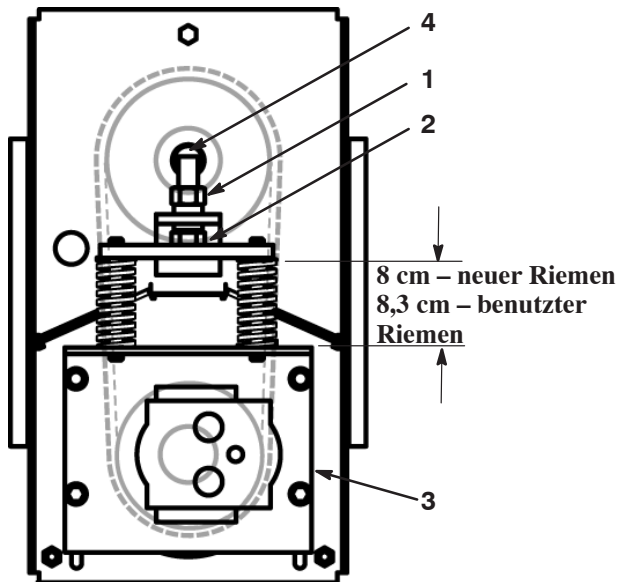
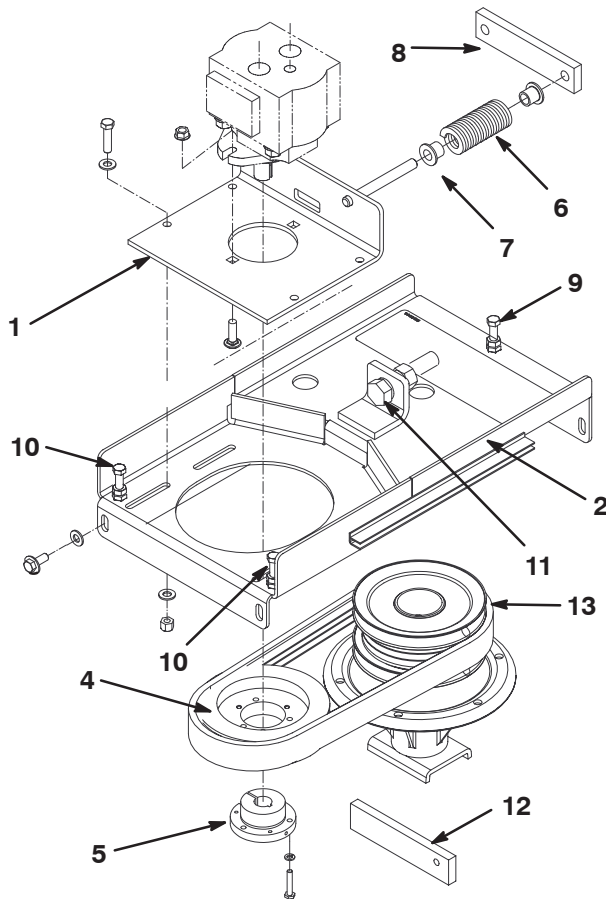

Bild 66
Bild 68
3. Lösen Sie die Klemmmutter und lösen Sie die Spannung der Federn mit der Spannschraube (Bild 66).
4. Lösen Sie die vier (4) Kopfschrauben, mit denen die Schiebepspanne an der Motorbefestigung befestigt ist (Bild 66).
5. Ziehen Sie die Spannschraube fest, bis die Federn auf die Maße komprimiert sind, die in Bild 66 angegeben sind.
6. Ziehen Sie die Klemmmutter an, um die Einstellung zu arretieren (Bild 66).
7. Ziehen Sie die vier (4) Kopfschrauben an, mit denen die Schiebepspanne an der Motorbefestigung befestigt ist (Bild 66).
2. Lösen Sie die Klemmmutter und lösen Sie die Spannung der Federn mit der Spannschraube (Bild 68).
4. Drehen Sie die Mutter auf die Einstellschraube, schrauben Sie dann die Einstellschraube hinten in die Motorbefestigung (Bild 68).
5. Lösen Sie die vier (4) Kopfschrauben, mit denen die Schiebeplatte an der Motorbefestigung befestigt ist (Bild 68).
6. Nehmen Sie die vier (4) Kopfschrauben und Scheiben ab, mit denen die Motorbefestigung am Mähwerk befestigt ist (Bild 68).
8. Positionieren Sie die Motorbefestigung auf das Mähwerk und verlegen Sie gleichzeitig den Riemen um die Spannscheibe (Bild 68). Achten Sie darauf, dass Sie nicht die flexiblen Hydraulikschläuche verbiegen, verdrehen, abknicken oder beschädigen.
9. Befestigen Sie die Motorbefestigung mit den vorher abgenommenen vier (4) Kopfschrauben und Scheiben lose am Mähwerk.
10. Prüfen Sie die Antriebsscheibenhöhe (Bild 68) wie folgt:
- Schieben Sie die Höhenmesslehre (Bild 68) unter die Antriebsscheibe (nicht unter die Spannbüchse).
- Ziehen Sie die drei (3) Einstellschrauben gleichmäßig an oder lösen Sie sie (Bild 68), bis die Scheiben unten flach an der Höhenmesslehre anliegen (ungefähr 3,8 cm).
- Ziehen Sie die vier (4) Kopfschrauben und Scheiben fest, mit denen die Motorbefestigung am Mähwerk befestigt ist.
11. Ziehen Sie die Spannschraube fest, bis die Federn auf die Maße komprimiert sind, die in Bild 66 angegeben sind.
12. Ziehen Sie die Klemmmutter an, um die Einstellung zu arretieren (Bild 66).
13. Ziehen Sie die vier (4) Kopfschrauben an, mit denen die Schiebeplate an der Motorbefestigung befestigt ist (Bild 66).
4. Lösen Sie die vier (4) Kopfschrauben, mit denen die Schiebeplatte an der Motorbefestigung befestigt ist (Bild 68).
5. Nehmen Sie die vier (4) Kopfschrauben ab, mit denen die Motorbefestigung am Mähwerk befestigt ist (Bild 68).